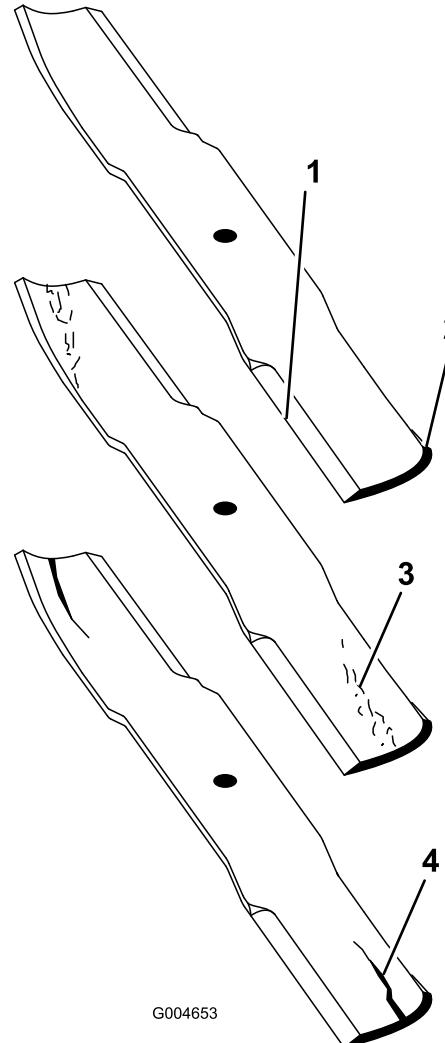

图19
1. 检查刀刃 图19。如果刀刃不够锋利或有裂痕请清除裂痕并磨快刀片。请参阅“磨快刀片”。
2. 检查刀片特别是刀翼区 图19。如果您注意到此区域有任何损坏、磨损或形成凹槽 图19 应立即安装新刀片。